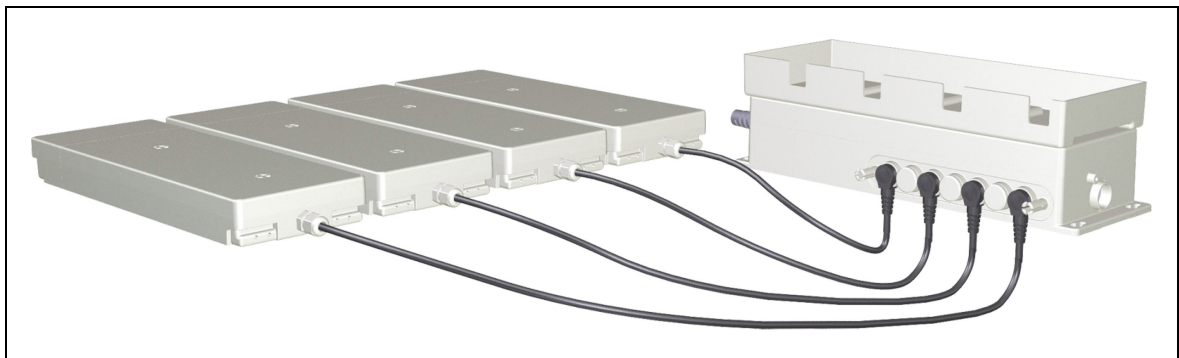

Abbildung 10 Laden des AG300 an der separat erhältlichen Ladestation
- Der AG300 wird je nach Ausführungsvariante, durch die integrierte Elektronik in der Steuerung oder im Antriebssystem bzw. durch eine separat erhältliche Ladestation (siehe Abbildung 10) automatisch geladen.
Der AG300 wird über den Antrieb oder die Steuerung, an der er angeschlossen ist, aufgeladen. Ein Aufladen über eine externe Ladestation ist ebenfalls möglich (siehe Abbildung 10).